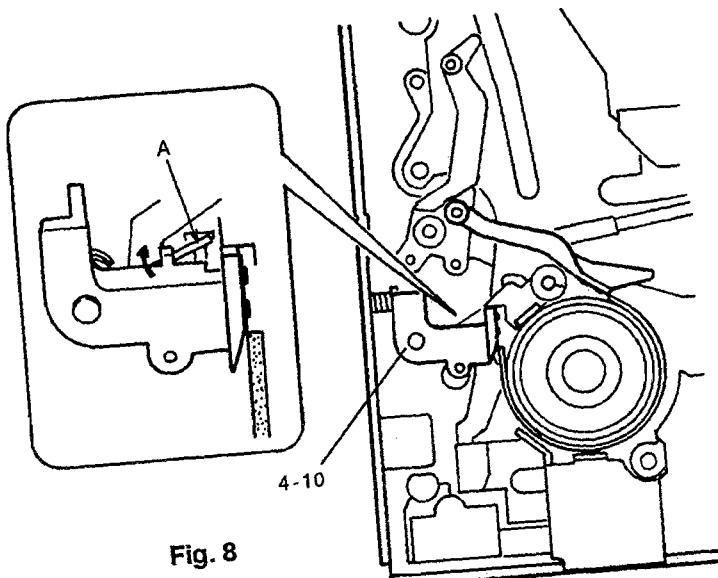

Fig. 8
- 2). After installing 4-10 as shown in Fig. 8, push portion A of 4-11 downward with a rod to disengage it, then hook it over the hook of LEVER, REEL LOCK (5-21).
- 2). 4-10を図 8のように取り付けた後、4-11のA部を棒で下側に押して外し、その下にあるLEVER, REEL LOCK (5-21)のフックに掛ける。